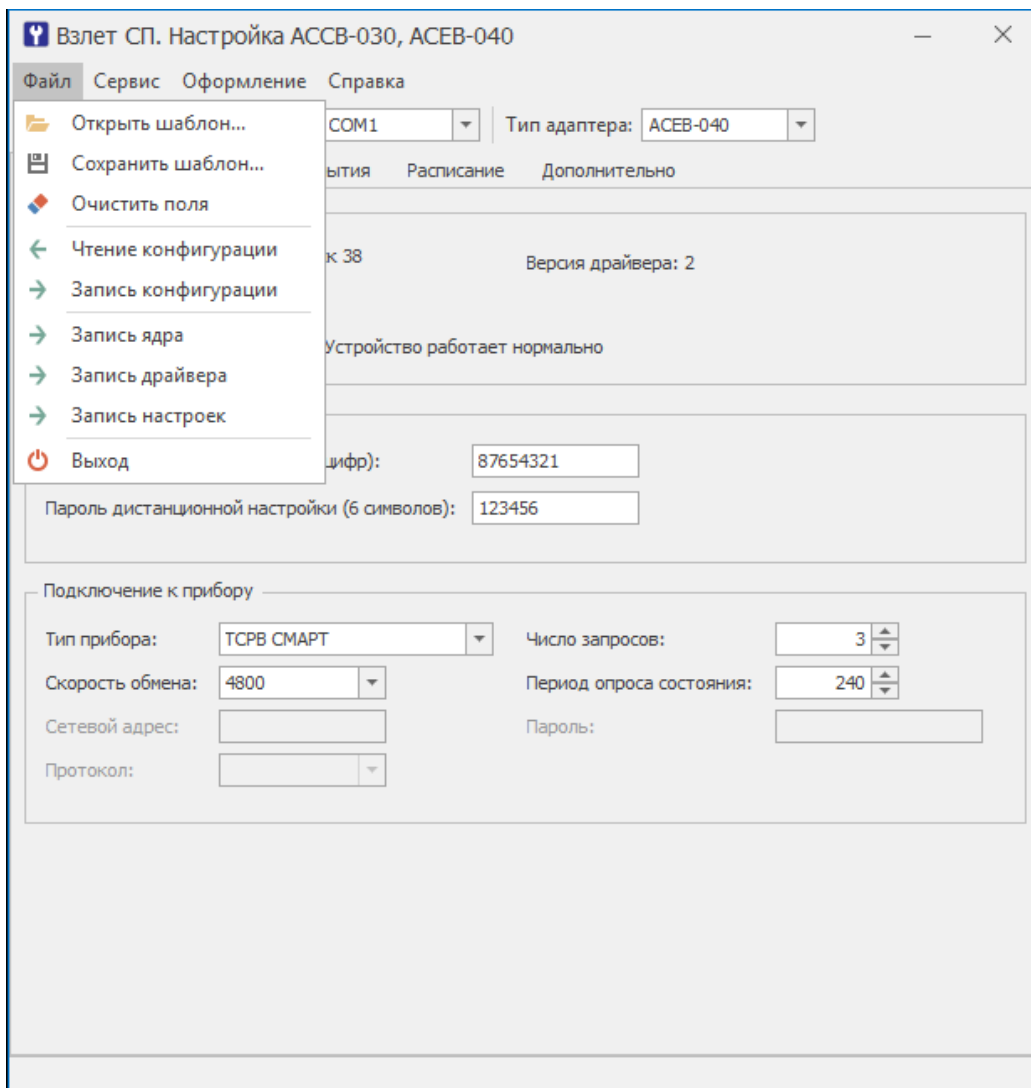

Рис.15. Меню «Файл» программы «Взлет СП. Настройка ACCB-030, ACEB-040».
- 3.2.2.2. Выполнить пункт **Чтение конфигурации**  из меню **Файл** (рис.15).